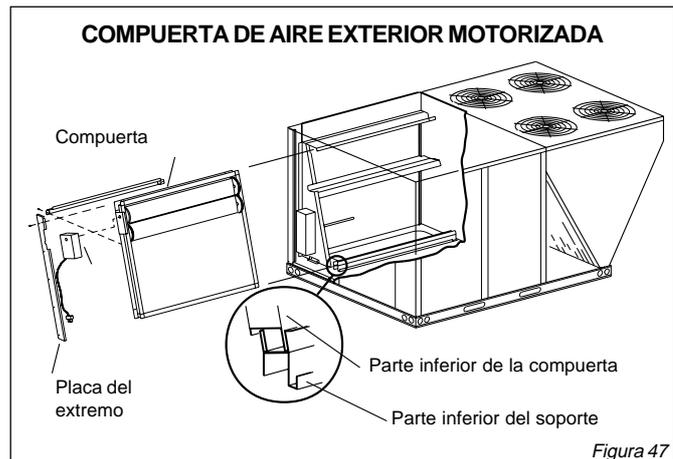

Figura 47
La compuerta está motorizada: la compuerta modula simultáneamente con el ventilador durante el período de ocupación y permanece cerrada durante el período de desocupación (figura 47).
3. Alinee la parte inferior de la compuerta con el soporte y deslícela en la unidad (vea la figura 47).